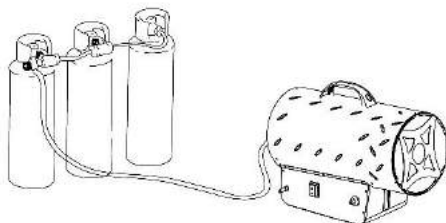

Figure 1
- 1.9. Si l'appareil de chauffage doit fonctionner pendant une longue période à sa capacité maximale, il est possible que de la glace se forme sur le cylindre. Cela est dû à un retrait de vapeur excessif. Ce n'est pas pour cette raison, ni pour aucune autre, que le cylindre doit être chauffé. Pour éviter cet effet, ou du moins pour le réduire, utilisez un gros cylindre ou deux cylindres reliés entre eux (Figure 1)